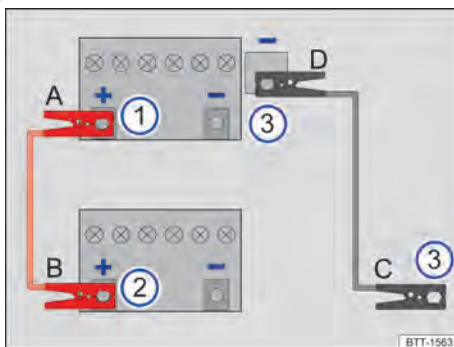

Fig. 175 Esquema para la conexión de los cables de arranque.
Leyenda de la **fig. 175**:
Los cables de arranque solo se deberán conectar siguiendo el orden **A - B - C - D** → **fig. 175**.
- Conecte un extremo del cable de arranque *rojo* al polo positivo (+) de la batería de 12 voltios del vehículo que la tiene descargada → **fig. 175** ① → ▲.
- Conecte el otro extremo del cable de arranque *rojo* al polo positivo (+) del vehículo que suministra la corriente → **fig. 175** ②.
- Conecte un extremo del cable de arranque *negro* → **fig. 175** ③ preferentemente a una toma para la ayuda de arranque (terminal de masa) del vehículo que suministra la corriente; de lo contrario, al bloque motor o a una pieza maciza de metal atornillada fijamente al bloque motor de este vehículo.
- Conecte el otro extremo del cable de arranque *negro* → **fig. 175** ③ preferentemente a la toma para la ayuda de arranque (terminal de masa) del vehículo con la batería de 12 voltios descargada; de lo contrario, al bloque motor o a una pieza maciza de metal atornillada fijamente al bloque motor de este vehículo → ▲.
- Desconecte los cables de arranque únicamente en el orden **D - C - B - A** → **fig. 175** con los motores en marcha.